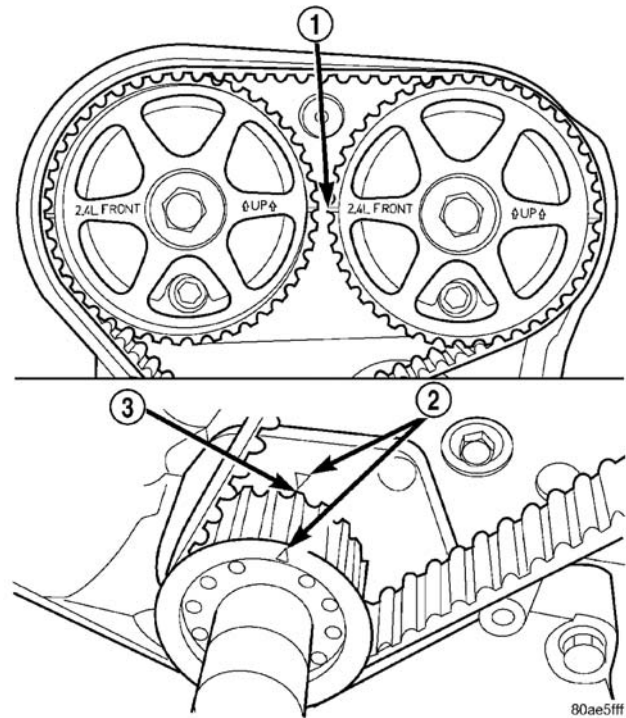

图 123 曲轴和凸轮轴正时
- （6）一旦正时皮带已经被安装了而张紧器却放掉了时，要使用轴转动整整两圈。确保曲轴上的 TDC 标记和凸轮轴的正时标记按图所示对中（图 123）